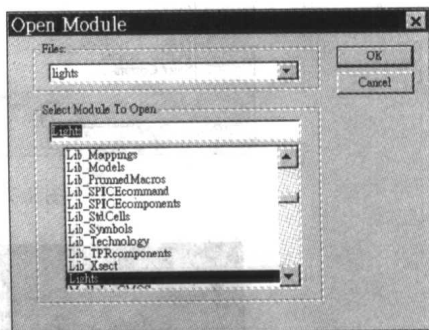
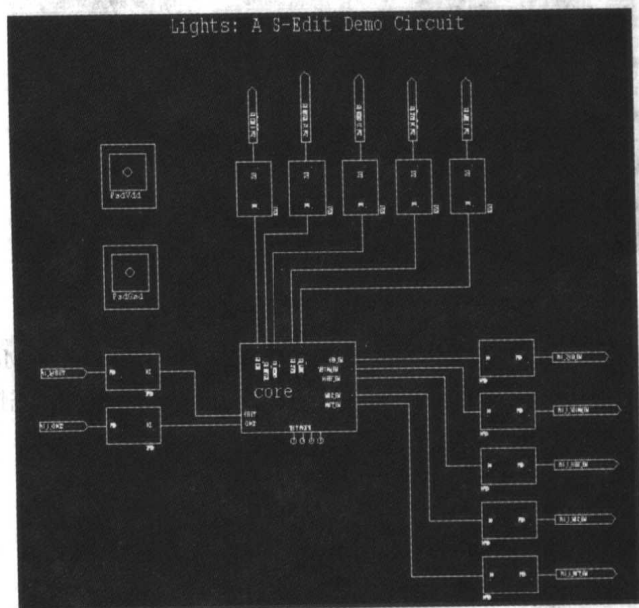

图 1.5 打开模块
图 1.6 打开 Lights 模块
(3) 打开 Lights 模块：选择 Module→Open 命令，打开 Open Module 对话框，在 Files 下拉列表框中选择 lights 选项，在 Select Module To Open 列表框中选择 Lights 选项，如图 1.5 所示，再单击 OK 按钮，打开如图 1.6 所示的电路。